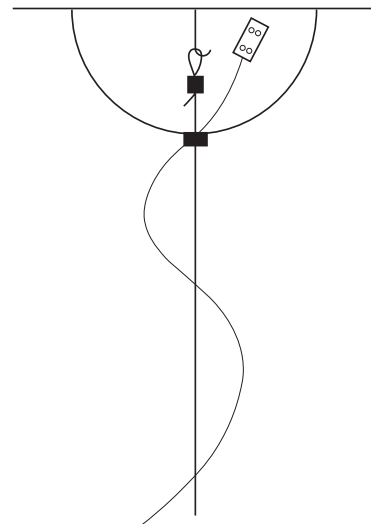

Figure 1
- Visser le boîtier en le plaquant au plafond à l'aide de la vis latérale (figure 1).
- Fasten the housing to the ceiling with the side screw (Figure 1).